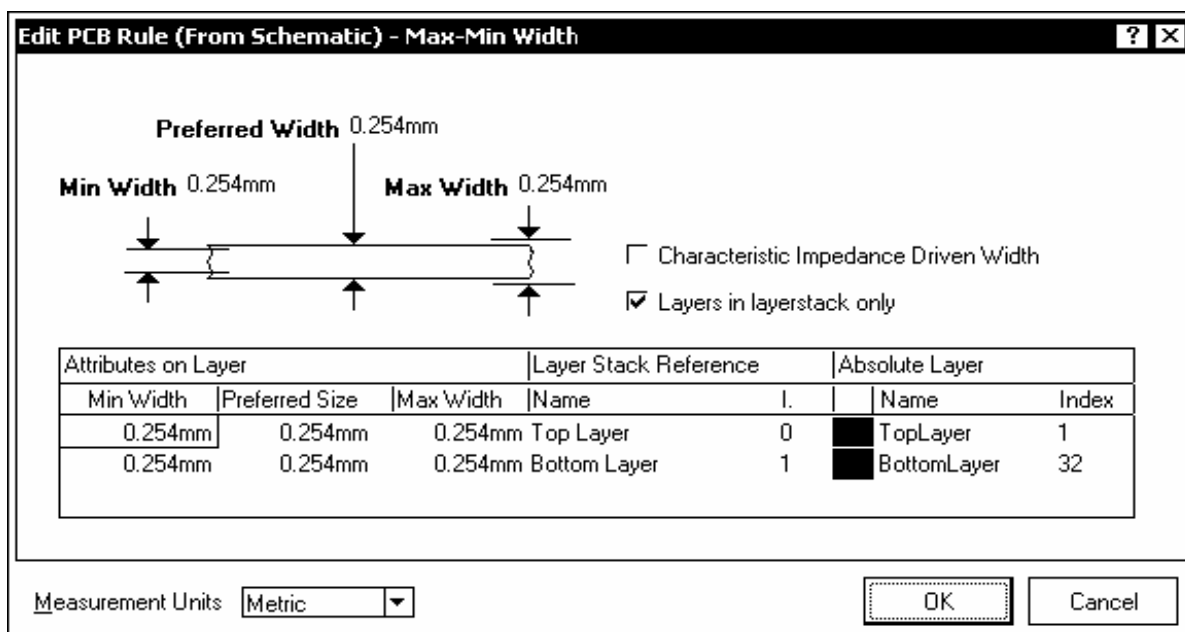

Рис. 5.17
5. Двойным щелчком в строке с именем выбранного правила открыть диалоговое окно редактирования его свойств. Например, при указании строки Width Constraint открывается диалоговое окно настройки ширины печатных проводников для цепей текущего класса (рис. 5.17).